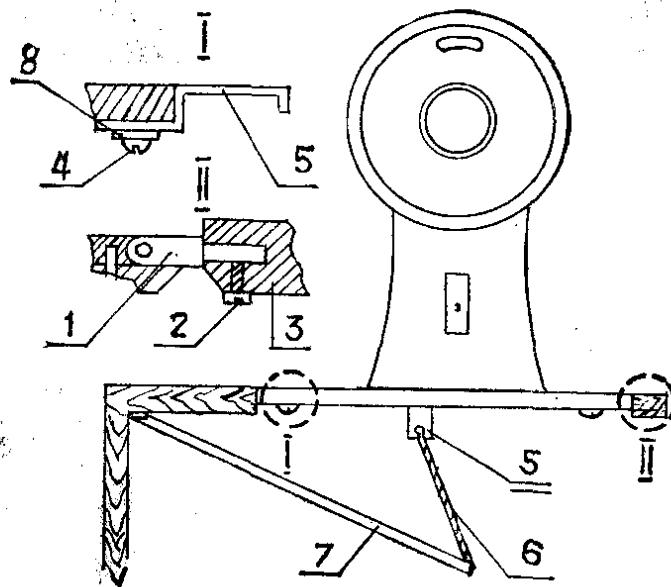

Рис. 5
5.3. Крепление головки швейной машины к шарнирам и подвески поддона к козырьку (рис. 5).